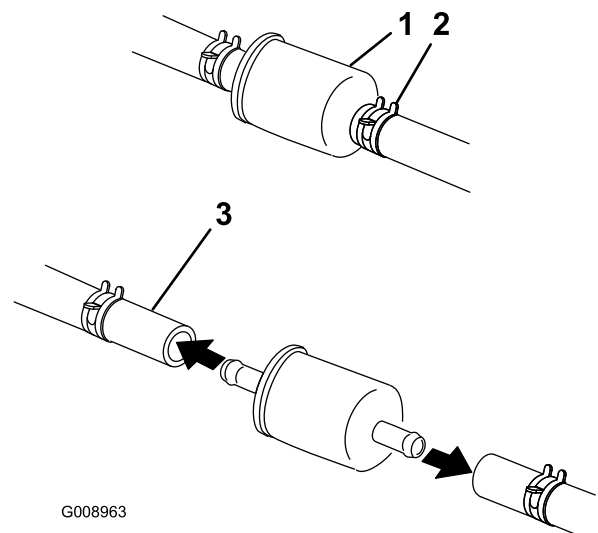

Bild 58
6. Drücken Sie die Enden der Schlauchklemmen zusammen und schieben Sie sie vom Filter weg (Bild 58).
8. Setzen Sie einen neuen Filter ein und schieben Sie die Schlauchklemmen an den Filter heran (Bild 58).